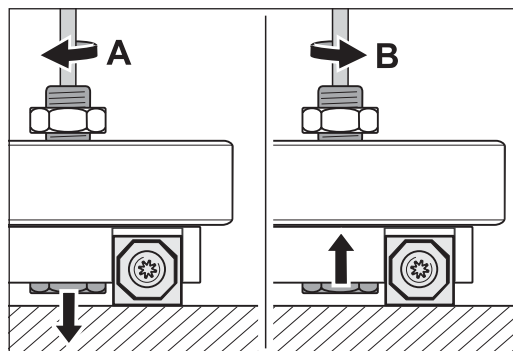

Abb. 44 Die Einstellschraube nach unten (A) oder nach oben (B) drehen.
- Drehung der Einstellschraube **im Uhrzeigersinn**: Schnitttiefe und Aggressivität werden **reduziert** (Abb. 44, A).
- Drehung der Einstellschraube **gegen den Uhrzeigersinn**: Schnitttiefe und Aggressivität werden **erhöht** (Abb. 44, B).